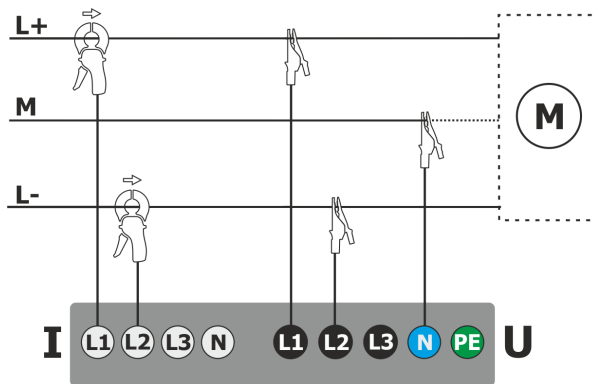

Fig. 66. Esquema de conexión - sistema de DC+M (bipolar).
- DC+M – sistema de dos tensiones con potencial central (Fig. 66)